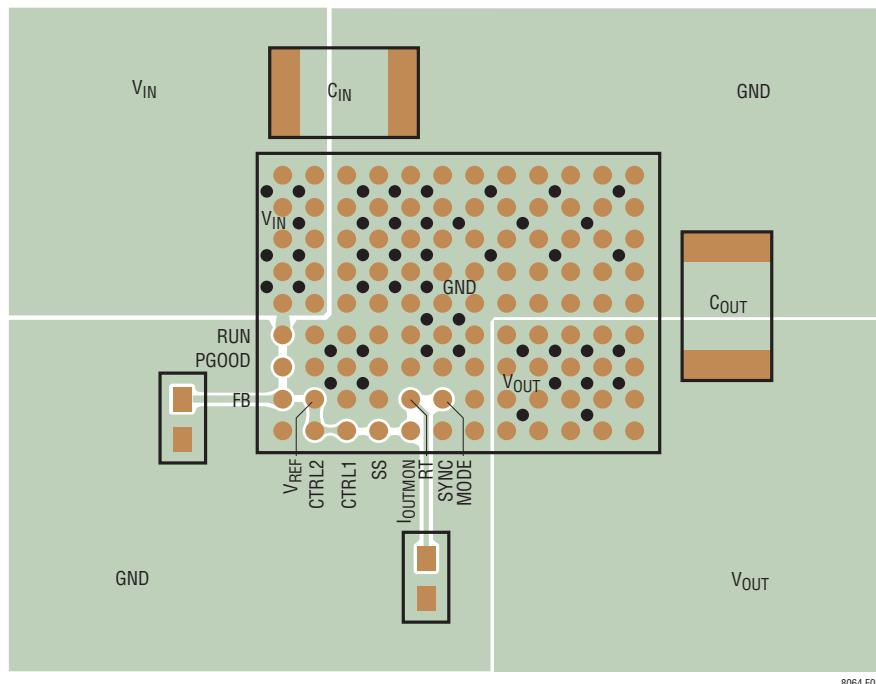

図5. 推奨の外付け部品、GNDプレーンおよびサーマル・ビアを示すレイアウト
プリント回路基板のレイアウトに関連した困難な問題のほとんどは、LTM8064による高度の集積化によって軽減されるか、解消されました。とはいえ、LTM8064はスイッチング電源なので、EMIを最小限に抑えて正しい動作を保証するには注意を払う必要があります。高度に集積化されていても、レイアウトが無計画だったり不適切だったりすると、規定された動作を実現できないことがあります。推奨レイアウトについては図5を参照してください。接地とヒート・シンクに問題がないことを確認してください。
6. ビアを使って、GND銅領域をボードの内部グランド・プレーンに接続します。これらのGNDビアを多数分散配置して、プリント回路基板の内部プレーンへの十分なグランド接続と熱経路の両方を与えます。図5のサーマル・ビアの位置と密度に注意してください。図の位置に置かれた内部GNDプレーンへのビアがLTM8064の放熱に有利であるのは、デバイス内部の電力を処理する部分がこの場所の近くに配置されているためです。サーマル・ビアの最適個数はプリント回路基板の設計に依存します。たとえば、ある基板では非常に小さなビア孔を使うことがあります。この場合、大きな孔を使う基板に比べて多くのサーマルビアを採用します。